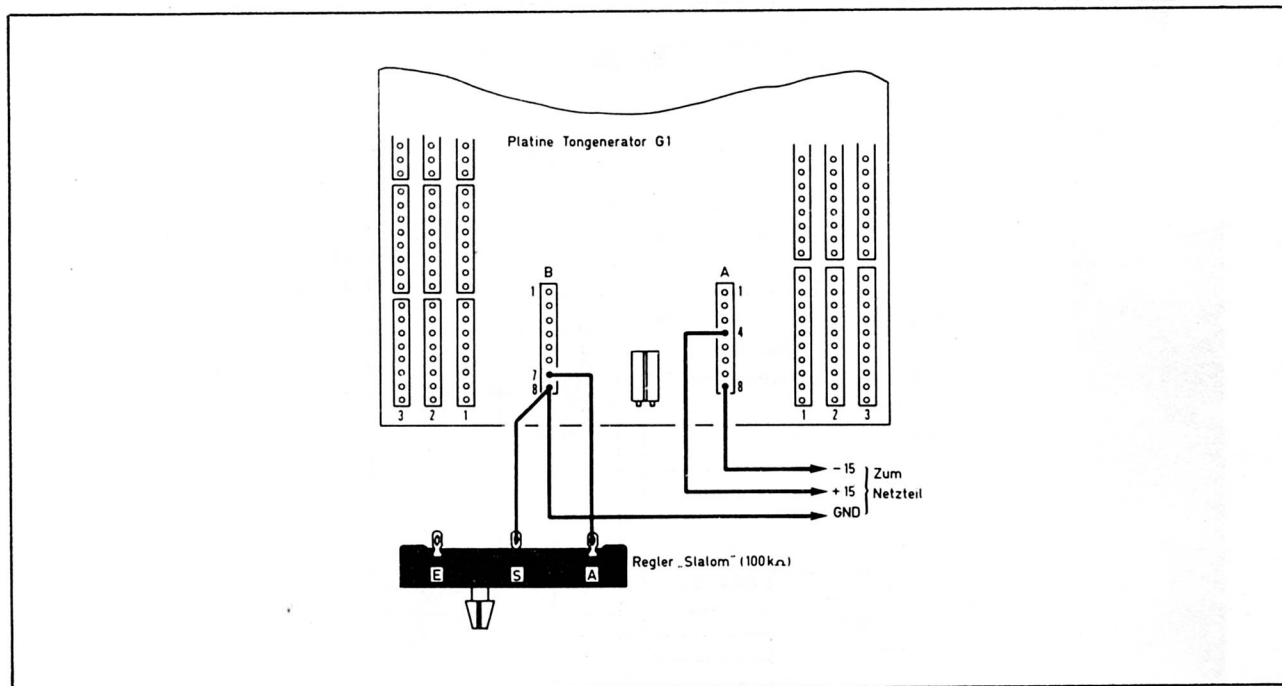

Abb. 23: Provisorischer Anschluß des Tongenerators
- Tongenerator nach Abb. 23 über drei Leitungen mit dem Netzteil verbinden.